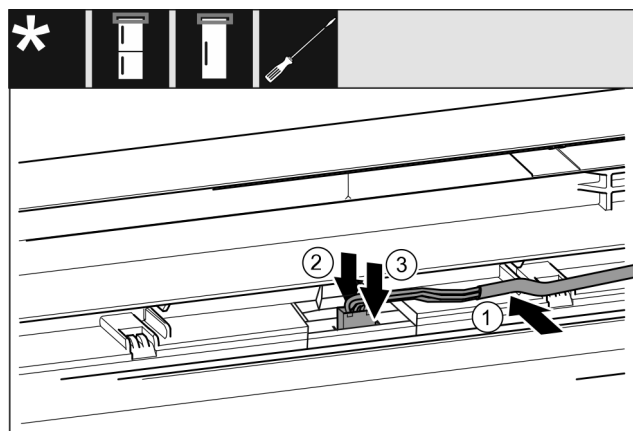

Fig. 63 Combinazioni frigorifero/congelatore / congelatori / refrigeratori\*
- Inserire il cavo Fig. 63 (1) nella guida nella porta superiore.\*
- Spingere il naso di arresto Fig. 63 (2) all'indietro.\*
- Innestare la spina Fig. 63 (3)\*.